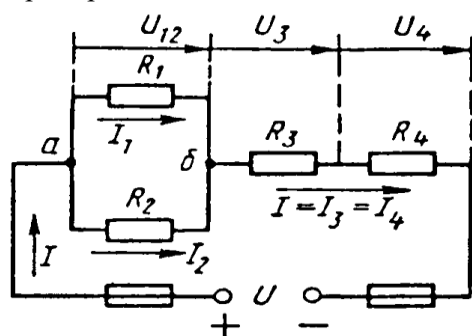

Рис. 1
Условие задачи. Цепь постоянного тока со смешанным соединением состоит из четырех резисторов. Заданы схема цепи (рис. 1), значения сопротивлений резисторов:
2) обозначим токи I_1, I_2, I_3, I_4 на (рис. 1) стрелками и определим их значения из формулы мощности:
Формулировка закона: алгебраическая сумма токов в узловой точке равна нулю. Математическая запись для узла б схемы цепи рисунок 1:
В замкнутом контуре (рис. 1) приложенное напряжение U (аналогично ЭДС при внутреннем сопротивлении источника тока, равно нулю) и падения напряжения